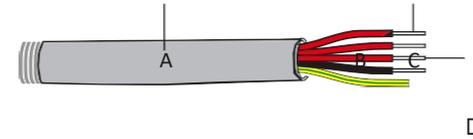

Abbildung 4.3-3 Netzanschlussleitung
Schritt 1. Bereiten Sie die Klemmen und Wechselstromkabel gemäß der rechten Tabelle vor, siehe Abbildung 4.3-3.